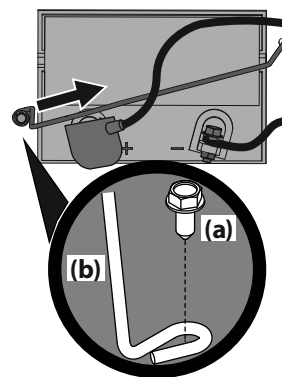

Figure 15
1. Retirez le boulon hexagonal (a) qui fixe la tige de retenue de la batterie (b) au châssis. Faites pivoter la tige de retenue de la batterie (b) vers le haut et retirez la batterie. Voir Figure 15.